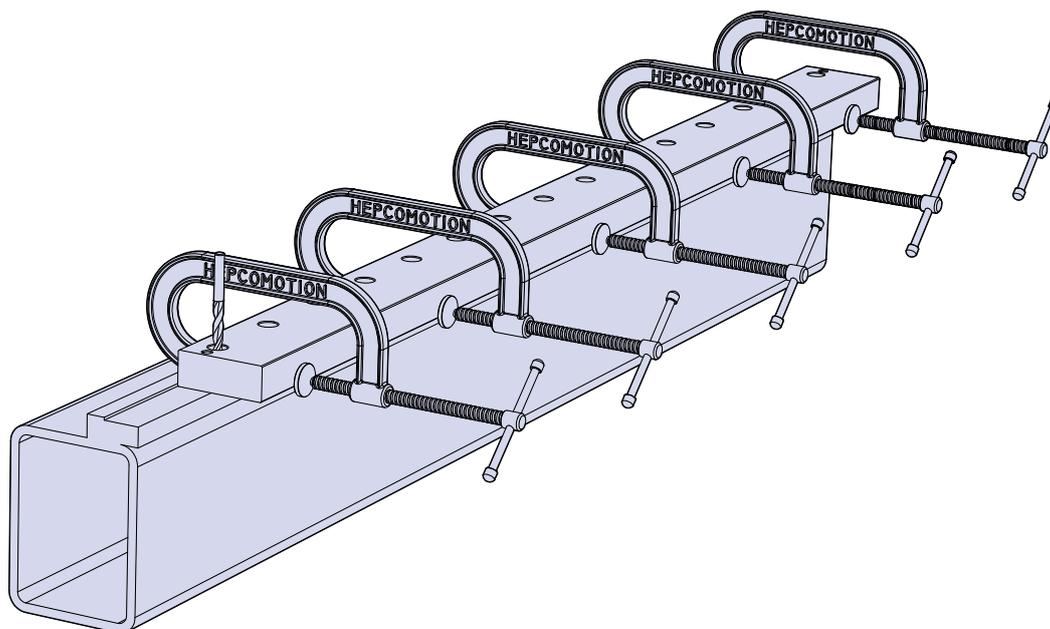

Figure 2
4. Appliquer le rail contre l'épaulement sur toute sa longueur. Des serre-joints sont utiles pour cette opération, comme illustré par la figure 2.